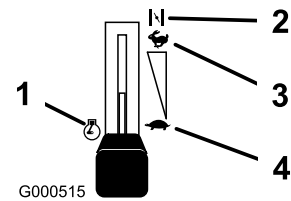

Figure 9
6. Lorsque le moteur a démarré, amenez progressivement la manette d'accélérateur en position de haut régime (Figure 9). Si le moteur cale ou hésite, ramenez la manette d'accélérateur en position de starter pendant quelques secondes. Réglez ensuite la manette d'accélérateur à la position voulue. Répétez l'opération si nécessaire.
1. Placez la manette d'accélérateur en position de ralenti (Figure 9).